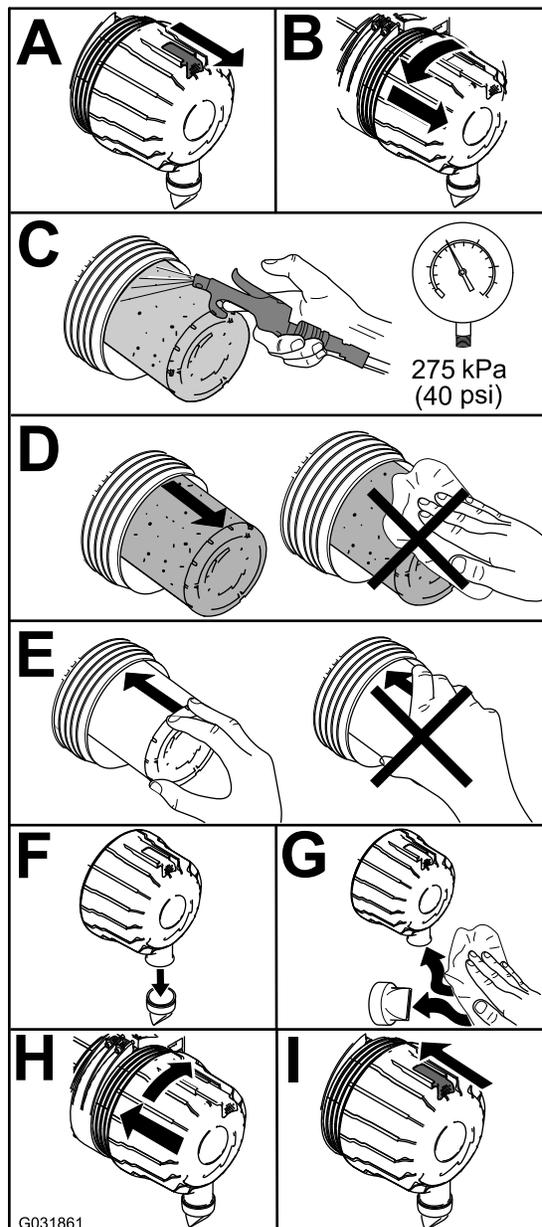

Figura 55
1. Sostituire il filtro dell'aria (Figura 55).